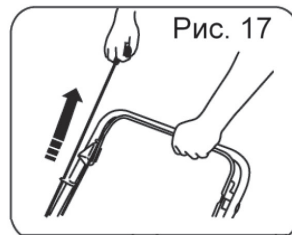

Рис. 17
4. Правой рукой потяните за ручку стартера до ощутимого сопротивления, затем верните ее назад на вытянутую руку и резко дерните за ручку стартера (рис. 17). Двигатель запустится.